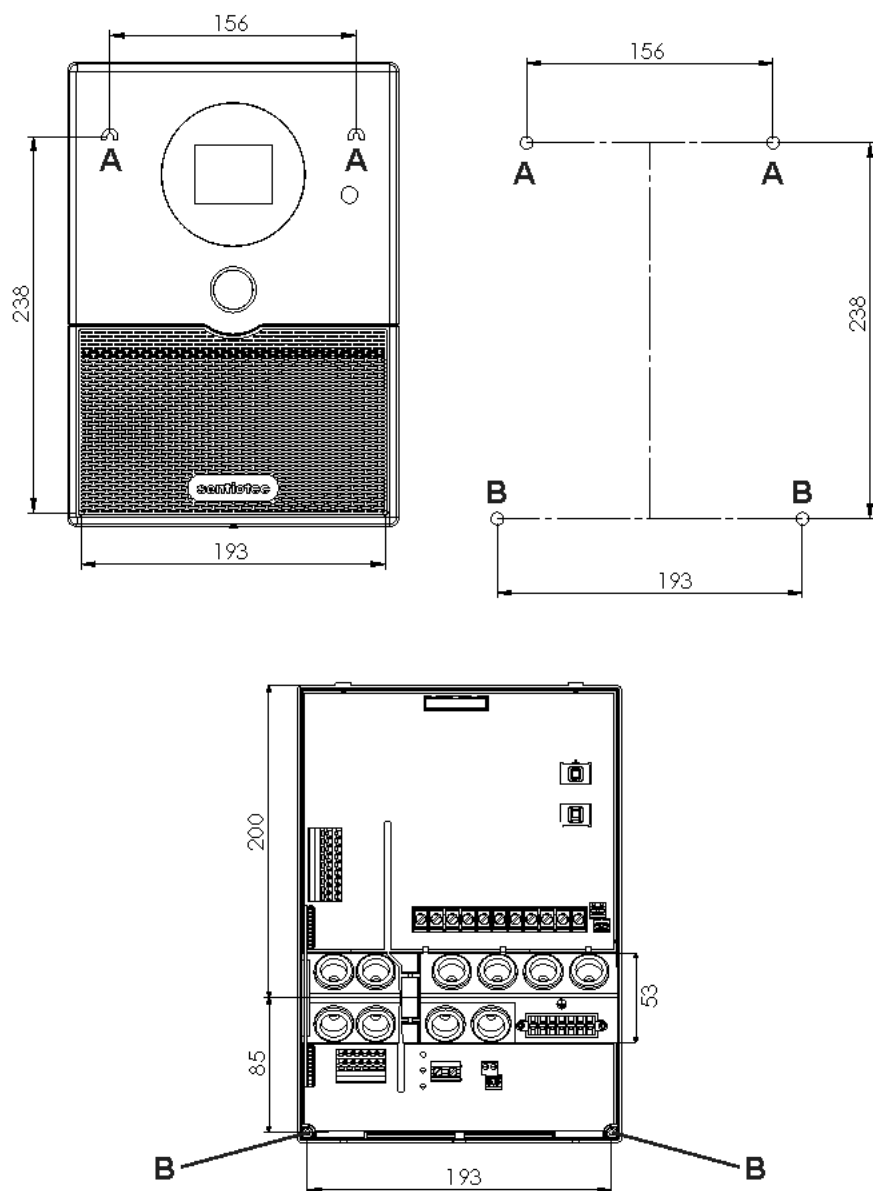

Fig. 1 Posizione del dispositivo di sospensione e dei fori di montaggio (misure in mm)
1. Avvitare due viti per truciolari (3 x 25 mm) sulla parete della sauna a un'altezza di ca. 1,70 m lasciandole fuoriuscire di max 7 mm. Le due viti devono essere posizionate a una distanza di 156 mm l'una dall'altra (vedi **Fig. 1**).
4. Con l'ausilio del dispositivo di sospensione **A**, agganciare il comando della sauna alle viti con intaglio a croce montate (vedi Fig. 1).
5. Avvitare due viti per truciolari (3 x 25 mm) nei fori di fissaggio inferiori **B** (vedi Fig. 1).